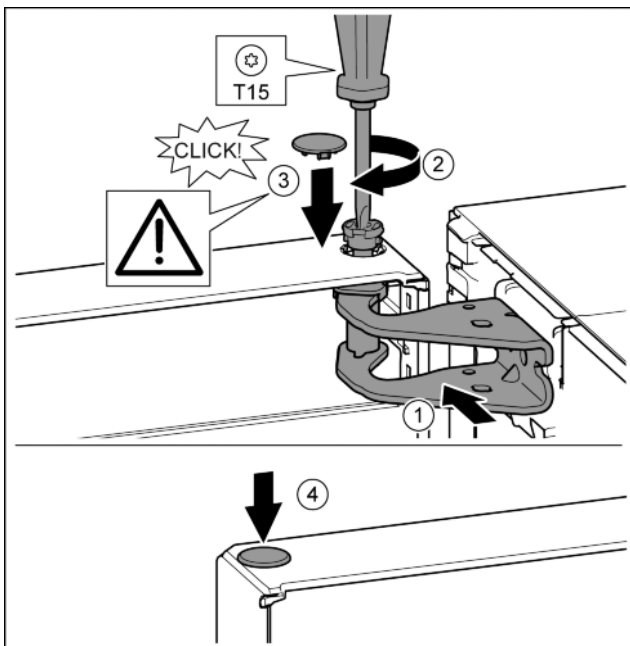

Fig. 18
- ▶ Allineare la porta in alto all'apertura nel blocco di supporto. Fig. 18 (1)
- ▶ Inserire i perni e stringere con il cacciavite T15. Fig. 18 (2)
- ▶ Montare la copertura di sicurezza a protezione della porta: inserire la copertura di sicurezza e controllare se appoggia sulla porta. Altrimenti inserire completamente il perno. Fig. 18 (3)
- ▶ Inserire i tappi. Fig. 18 (4)